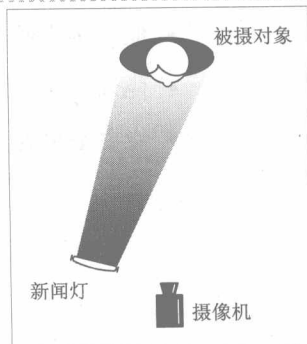

图 1-1-1 手持灯布光示意图
- ① 500W 新闻灯一个；
- ② 新闻灯手柄一个（有的是一体式的手提新闻灯）；
- ③ 新闻灯电源连接线一根；
- ④ 电源接线板一块；
- ⑤ 防护手套（照明要戴上防护手套，以免烫伤）。
- 布光如图 1-1-1 所示。